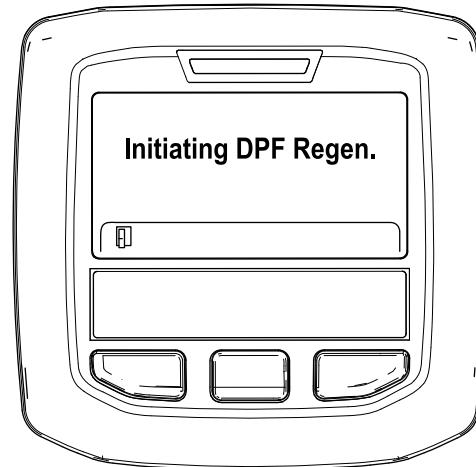

Figure 54
- A. Le message « Initiating DPF Regen. » (lancement régén. FAP) s'affiche (Figure 54).